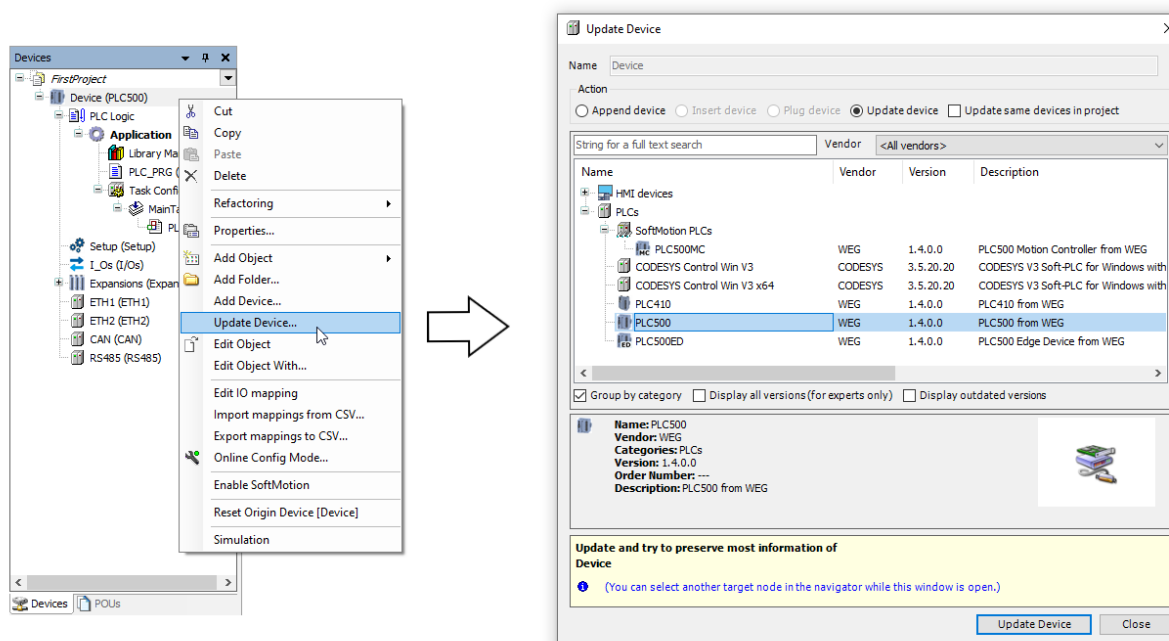

Figura 15.3: Actualizar dispositivo
- 5) Si se abre un proyecto existente, se debe actualizar el dispositivo a la versión más reciente. Para ello, haga clic con el botón derecho en **Device**, vaya a **Update Device...** y elija el dispositivo a actualizar, como se muestra en la Figura 15.3.